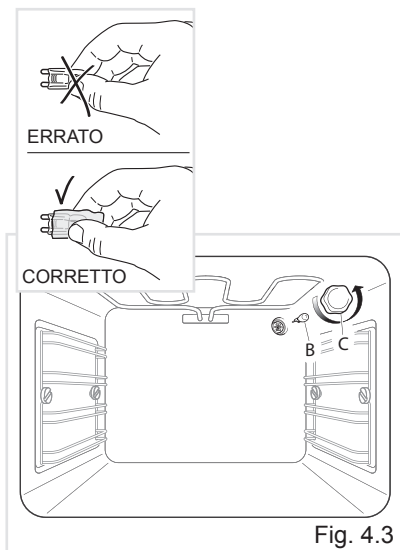

Fig. 4.3
- Svitare la calotta protettiva "C" (fig. 4.3).